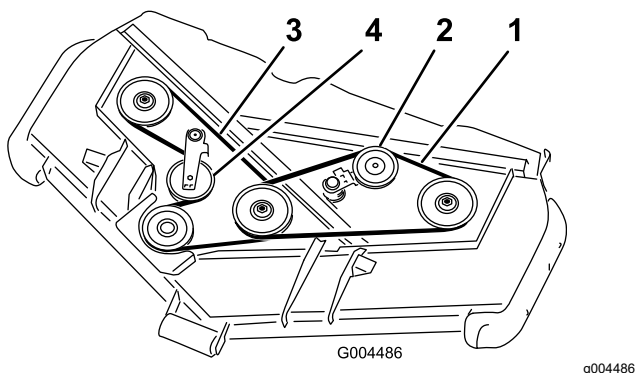

Figura 20
3. Utilizando uma alavanca ou ferramenta semelhante, afaste a polia intermédia da correia superior (Figura 20) da correia da transmissão superior para libertar a tensão da correia e permitir que esta saia das polias.
4. Coloque a nova correia à volta da polia da caixa de velocidades, polias do veio inferior e conjunto da polia intermédia, como se mostra na Figura 20.
5. Coloque a nova correia nas polias da barra superior e na estrutura da polia intermédia, como se mostra na Figura 20.